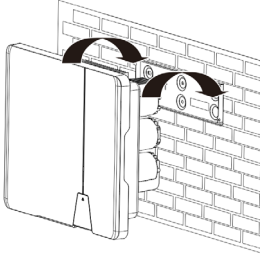
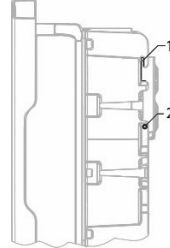

Fig. 6: Enganchar el inversor en el soporte mural
Fig. 8.2: Fijar el inversor
- 2 Enganchar el equipo en la placa de montaje (véase fig. 6 y fig. 8.2 – n.º 1.) y compruebe que esté firmemente asentado.
- 3 Montar los tornillos adjuntos antielevación (2x M5x14mm) (fig.8.2 – n.º 2.) a ambos lados.
2 Inserte los conectores de CC en pares en conectores para CC-positivo y CC-negativo (véase la fig. 8.2)